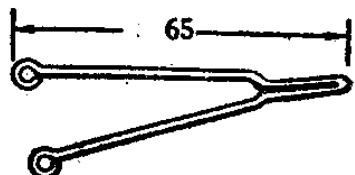

图 3-14
2. 烙鉄头的制作：用尖嘴鉗把直径 1 毫米左右、长 140 毫米的裸銅綫弯成图 3-14 所示的形状，在它的两端分別弯一个小圓孔，以便总装配的时候可以用小螺絲将它固定在烙鉄头支架上。